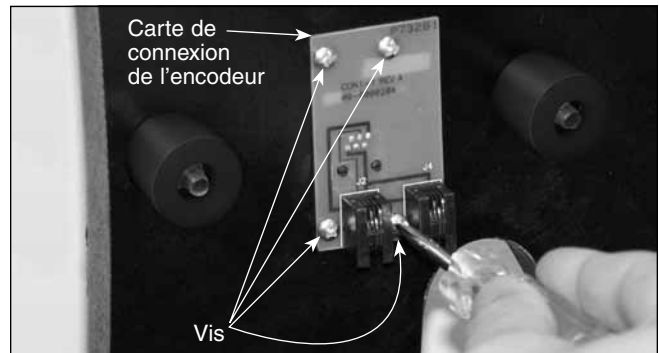

Figure 6. Fixation de la carte de connexion de l'encodeur.
12. Fixez la carte de connexion de l'encodeur au panneau latéral. Placez-la contre le panneau latéral de manière à ce que la prise modulaire entre dans l'orifice carré et vissez les quatre vis de montage de la carte de l'encodeur à travers la carte de connexion, puis dans les avant-trous du panneau latéral, et serrez-les fermement (**figure 6**).